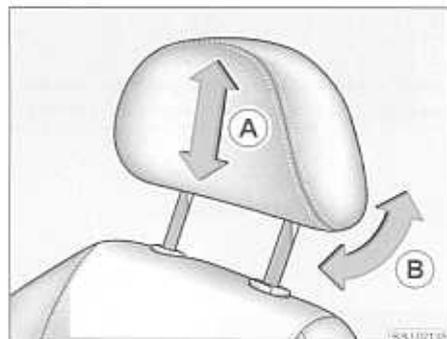

Fig. 44 Ajustar el reposacabezas
- Debe asir el reposacabezas por los lados con las dos manos y desplazarlo en el sentido de la flecha (A) hacia arriba o hacia abajo → fig. 44. El máximo efecto protector se alcanza cuando el borde superior del reposacabezas se encuentra, por lo menos, a la altura de los ojos o por encima.
- Puede adaptar el reposacabezas a la cabeza inclinandolo en el sentido de la flecha (B) → fig. 44. Mediante la adaptación del reposacabezas aumenta el confort durante la marcha.